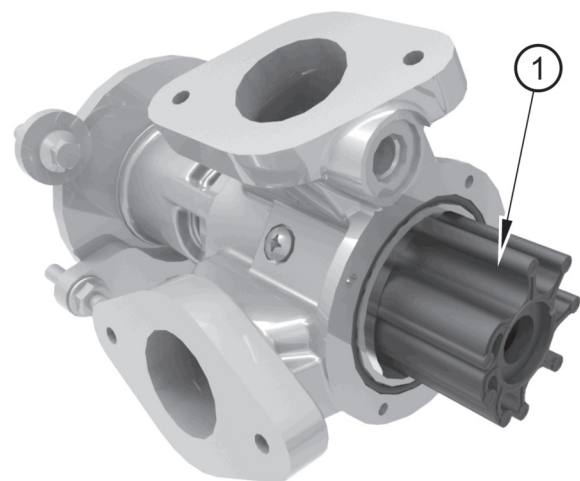

Figura 13
4. Quite el tapón de goma (elemento 2) y tire del impulsor para sacarlo del eje (figura 13, elemento 1).